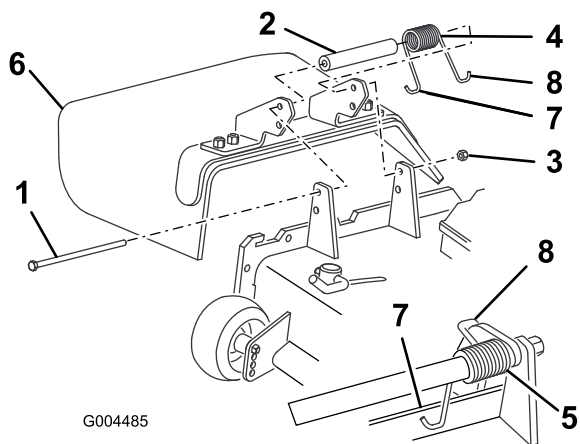

Figura 80
- Retire la contratuerca, el perno, el muelle y el espaciador que sujetan el deflector a los soportes de pivote (Figura 80). Retire el deflector de hierba dañado o desgastado.
- Coloque el espaciador y el muelle entre los soportes del deflector de hierba nuevo (Figura 80). Coloque el gancho en J del extremo izquierdo del muelle detrás del reborde de la carcasa.
Nota: Asegúrese de colocar el gancho en J del extremo izquierdo del muelle detrás del reborde de la carcasa antes de instalar el perno, según muestra Figura 80.
- Instale el perno y la tuerca. Coloque el extremo derecho en J del muelle alrededor del deflector de hierba (Figura 80).